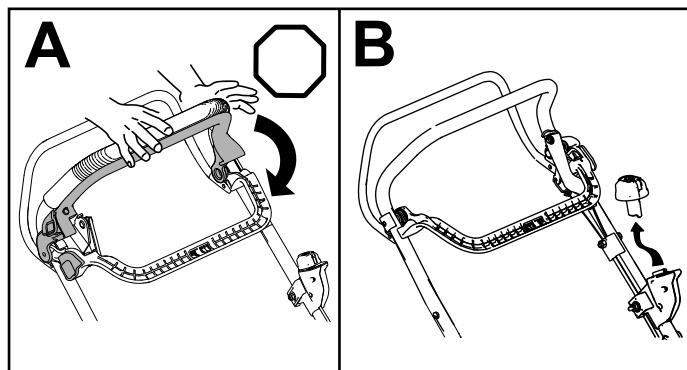

Figura 18
1. Rilasciate la barra di comando della lama (A della Figura 18).
2. Rimuovete il pulsante di avviamento elettrico dall'interruttore dell'avviatore elettrico (B della Figura 18).